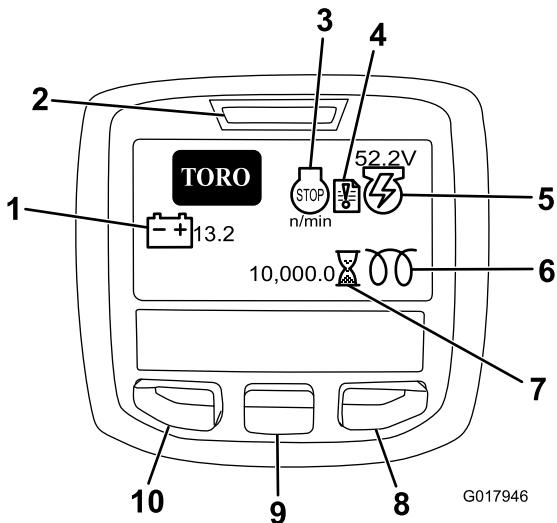
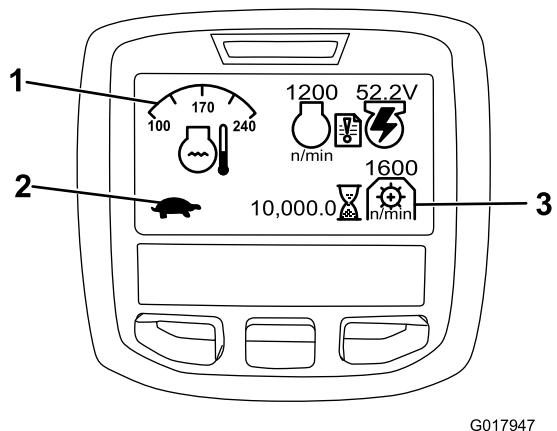

Figura 15
Figura 16
O ecrã LCD InfoCenter mostra informações acerca da máquina como, por exemplo, o estado do gerador, a velocidade e vários diagnósticos e outras informações acerca da máquina e bateria. Figura 15 e Figura 16 ilustra o ecrã de inicialização e ecrã de informação principal do InfoCenter. Pode alternar entre o ecrã de inicialização e o ecrã de informações principais a qualquer altura pressionando qualquer dos botões do InfoCenter e, em seguida, selecionando a seta direcional adequada.
3. Utilizando o gráfico apropriado (Figura 16) para as unidades de corte de 5, 8, 11 ou 14 lâminas, escolha a velocidade adequada dos cilindros.